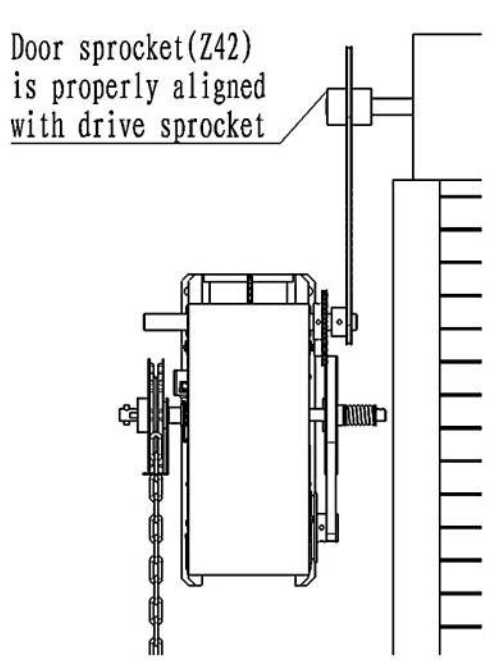

Figura 3
- 5.- Ajuste la Posición del Sprocket Z14 del Operador y Sprocket Z42 del Eje de la Puerta, de modo que los Dos Sprocket queden Alineados en el Mismo Plano, Colocar la Cuña y Fijar los Tornillos. (Véase la figura 3)